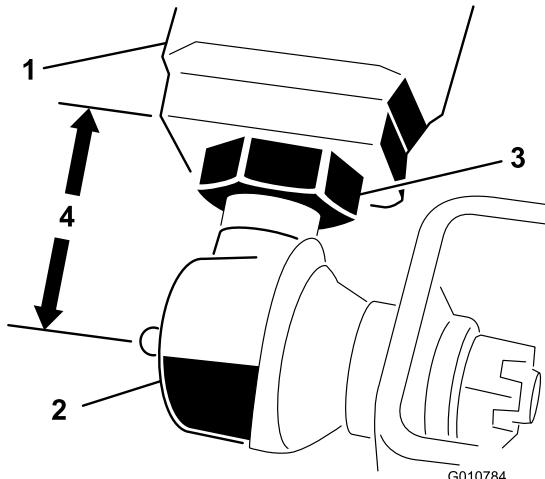

図 5
- 各昇降アームの端部から、ボールジョイントの中心グリスニップルまでの距離を測定する。この距離が57mm程度あれば適正である図5。